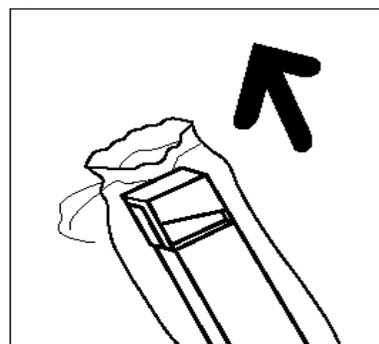

Figura 18: Extracción del contenedor de residuos del tóner nuevo de la bolsa
- 6** Extraiga el contenedor de residuos del tóner nuevo de la caja y de la bolsa, tal y como ilustra la Figura 18.